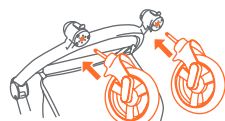

Fig. 1c
- Incline el carrito hacia atrás y empuje cada montaje de la rueda delantera hacia la arandela de la rueda delantera hasta que se traben (Fig. 1c).